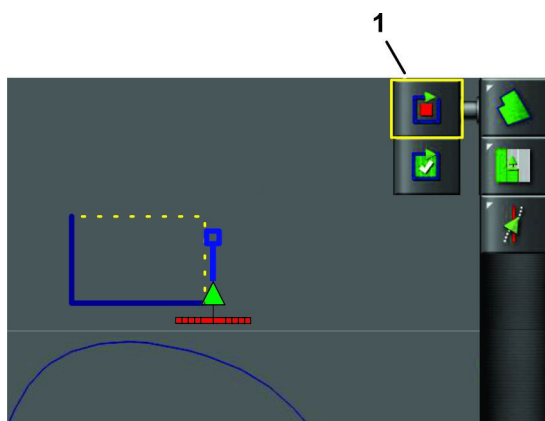

Figura 49
5. Ripetete i passaggi 3 e 4 per tutti i punti rimanenti (Figura 49), ad eccezione dell'ultimo punto aperto.